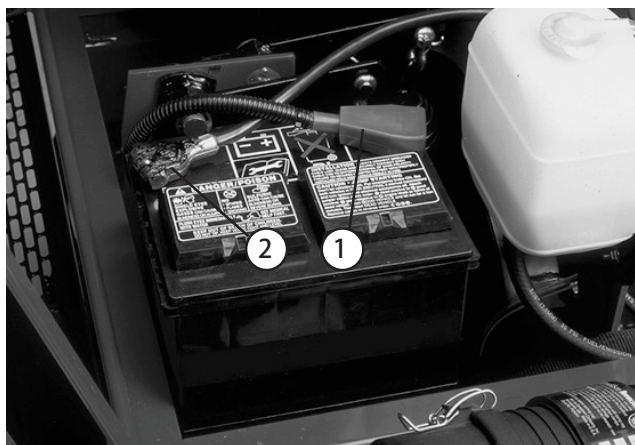

図 1
2. バッテリーが確実に固定されていることを確認し、比重計で充電状態を点検する。充電が必要な場合は、少なくとも一方のケーブル (できれば+側) をはずして充電を行う (図1)。